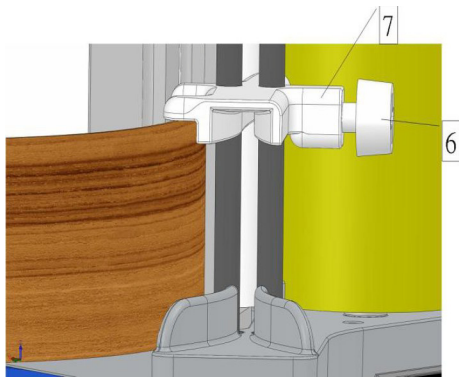

Abb. 12: Einstellen der Kantenbreite
Schritt 1: Die Schraube (6) an der Kantenführung (7) lösen und ein Kantenmuster mit der einstellenden Breite an der Seite der Kantenführung (Abb. 12) einschieben.
Schritt 2: Die Kantenführung soweit nach unten schieben, bis sie die Kante berührt. Danach die Schraube (6) festziehen.